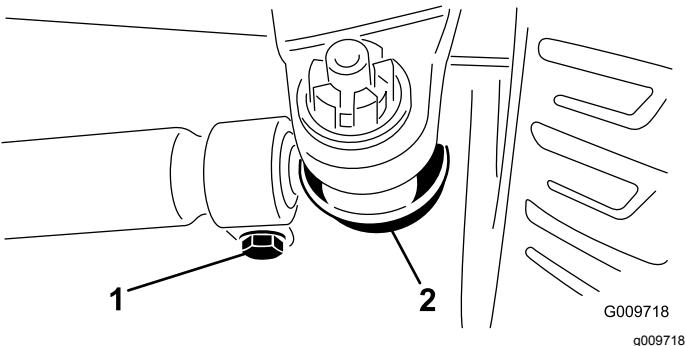

Figura 88
- Para ajustar, retire la chaveta y la tuerca de cualquiera de las articulaciones esféricas de la biela (Figura 88). Retire la rótula de la biela del soporte del cojinete del eje.
- Afloje las abrazaderas en ambos extremos de las bielas (Figura 88).